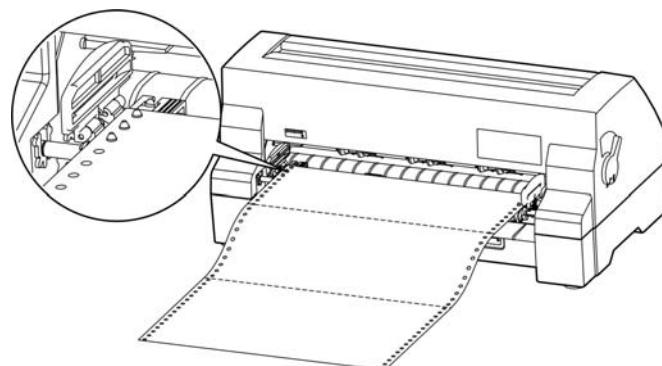

图 3-12 将连续纸安装在拖纸器链轮上
- 打开拖纸器左右链轮的链轮盖，将纸装入拖纸齿形带上，连续纸的顶端对齐拖纸器的边沿（如图 3-12 所示）。